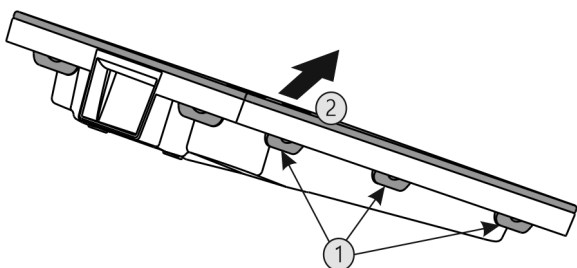

Fig. 56
- ▶ Stlačte za sebou všechny západky Fig. 56 (1) a sejměte kryt Fig. 56 (2).